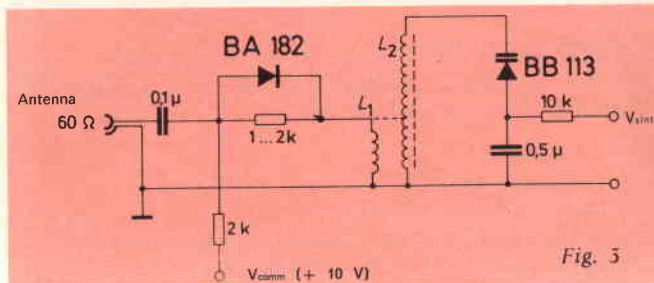

Fig. 3
- 4) Mediante un diodo (per esempio BA182) inserito sul collegamento fra antenna e pre stadio, vedi fig. 3.